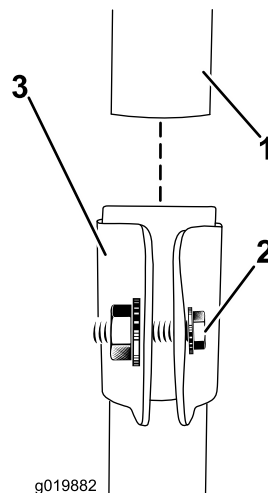

Bild 1
1. Schieben Sie den oberen Stiel in den unteren Stiel und fluchten Sie die Rille im oberen Stiel mit der Rille im unteren Stiel aus. Ziehen Sie die Schraube an, damit der obere Stiel bei der Verwendung befestigt bleibt (Bild 1).